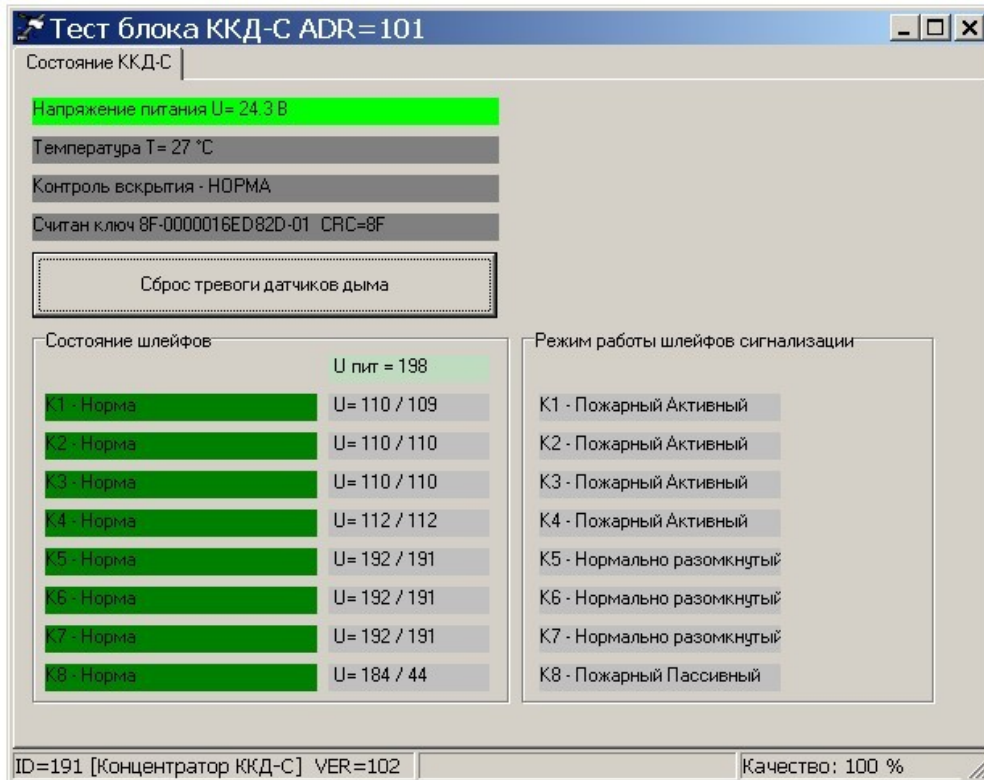

Рисунок 14
7) Выделить в таблице ККД-С и выполнить команду «Тест». В открывшемся окне на вкладке «Состояние ККД-С» установить требуемый режим работы шлейфов сигнализации в соответствии с подключенными пожарными извещателями (рисунок 14).